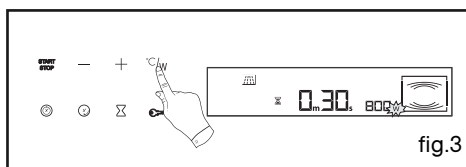

fig.3
- Appuyez sur la touche $\frac{C}{W}$, "1000 w" clignote (fig.3).